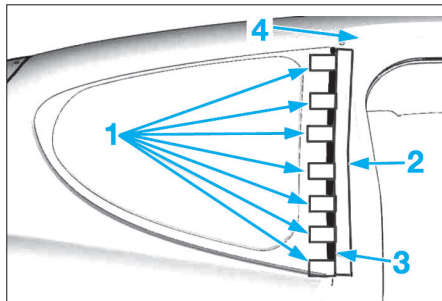

FIG. 22
- Ecarter le joint (3) à l'aide de ruban adhésif (1) (Fig.22).